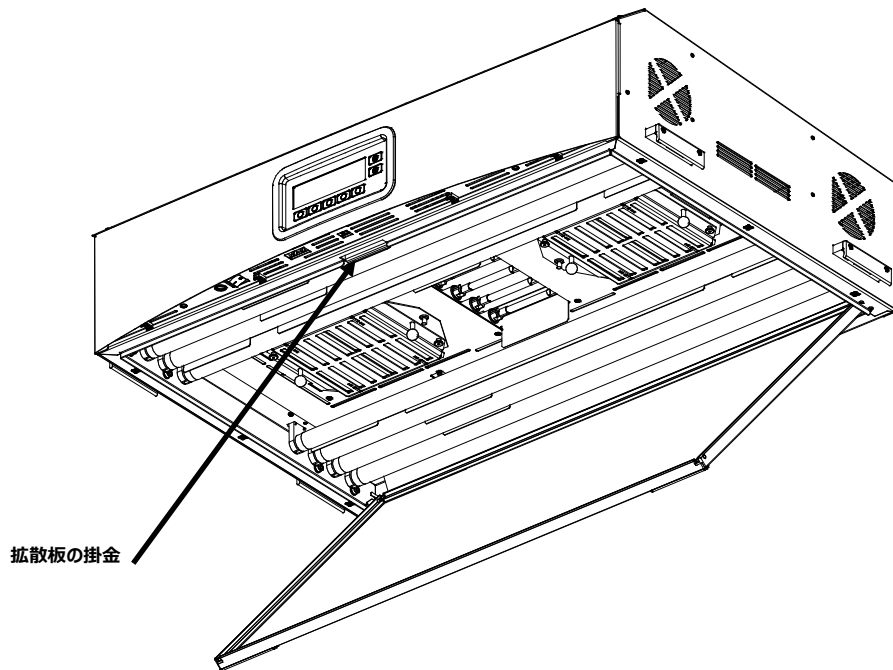

図 10： 拡散板を取り付ける光源装置
7. 拡散板の前方が閉じた状態になるまで持ち上げ、掛金で固定します。(図 10 参照)